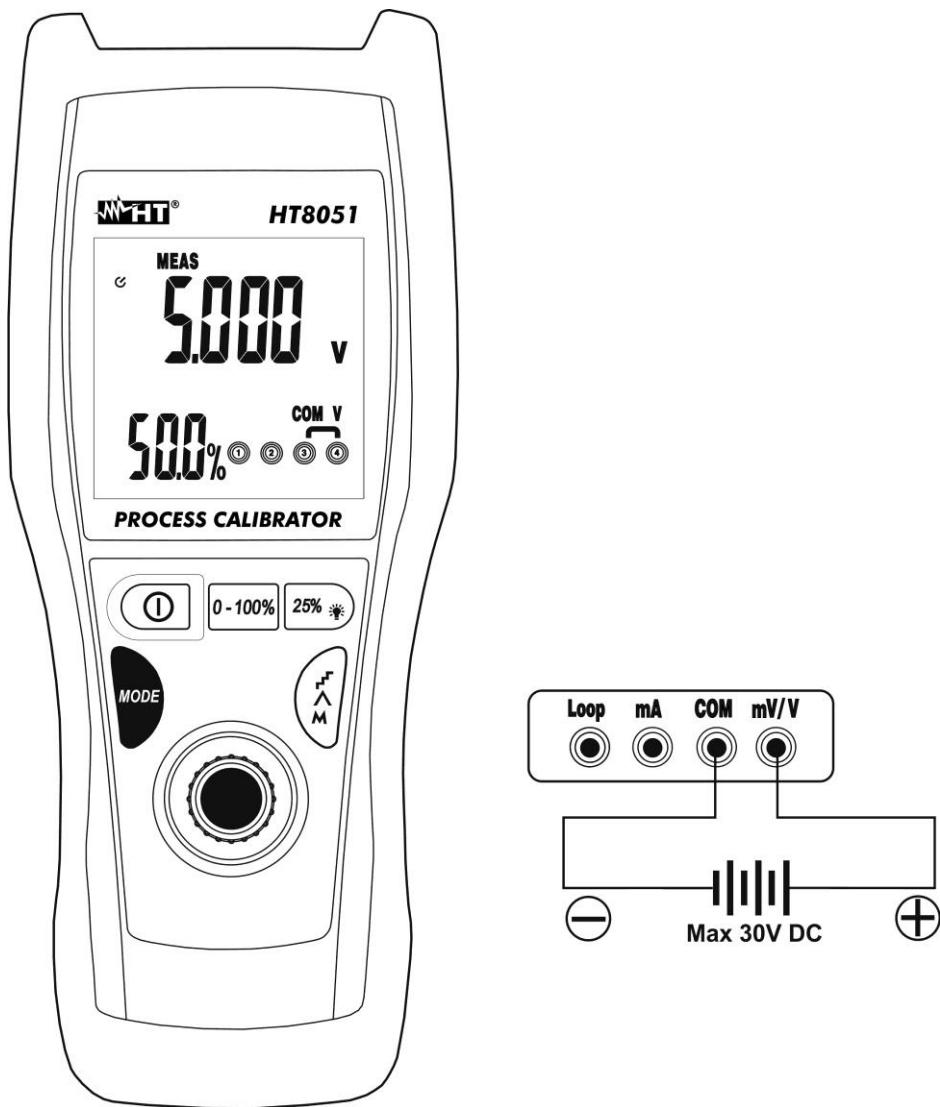

Fig. 3 : Mesure de Tension CC
3. Positionner l'embout vert et l'embout noir respectivement dans les points à potentiel positif et négatif du circuit sous test (voir la Fig. 3). La valeur de tension est montrée dans l'afficheur principal et la valeur en pourcentage par rapport à la fin d'échelle dans l'afficheur secondaire.
4. Le message « **-OL-** » indique que la tension sous test dépasse la valeur mesurable par l'instrument. L'instrument ne pas effectuer des mesures de tension de polarité opposée par rapport à la connexion de la Fig. 3. La valeur "0.000" est affiché sur l'écran